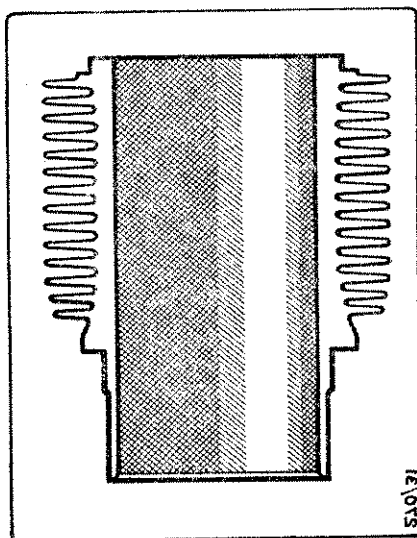

Fig. 18
- 3) Ripetere l'operazione facendo però ruotare la mano in senso contrario (cioè sinistrorso), in modo che ne risulti una superficie a righe incrociate; così come si vede nella fig. 18.